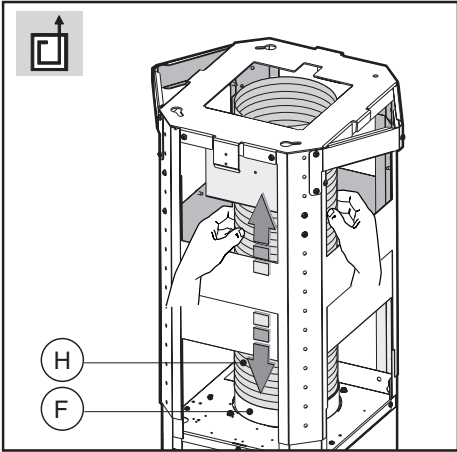

Fig.8
- **Versione aspirante:** collegare il tubo flessibile **H** (non fornito al foro di evacuazione aria predisposto e fissare il tubo alla flangia di raccordo **F** (fig.8).